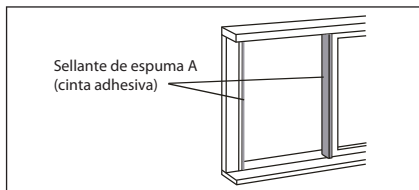

Fig. 18
1. Corte los sellantes de espuma (cinta adhesiva) a la longitud correcta y acóplelos al marco de la ventana. Consulte la Fig. 18.